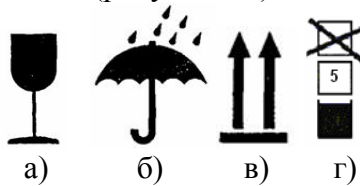

Рисунок 2
1.4.3 Транспортная маркировка груза производится (в соответствии с ГОСТ 14192) непосредственно на коробках или ящиках с нанесением основных, дополнительных и информационных надписей, а также манипуляционных знаков: «1- Хрупкое. Осторожно» (рисунок 2 а), «3-Беречь от влаги» (рисунок 2 б), «11-Верх» (рисунок 2 в), «22- Предел по количеству ярусов штабелей» (рисунок 2 г).